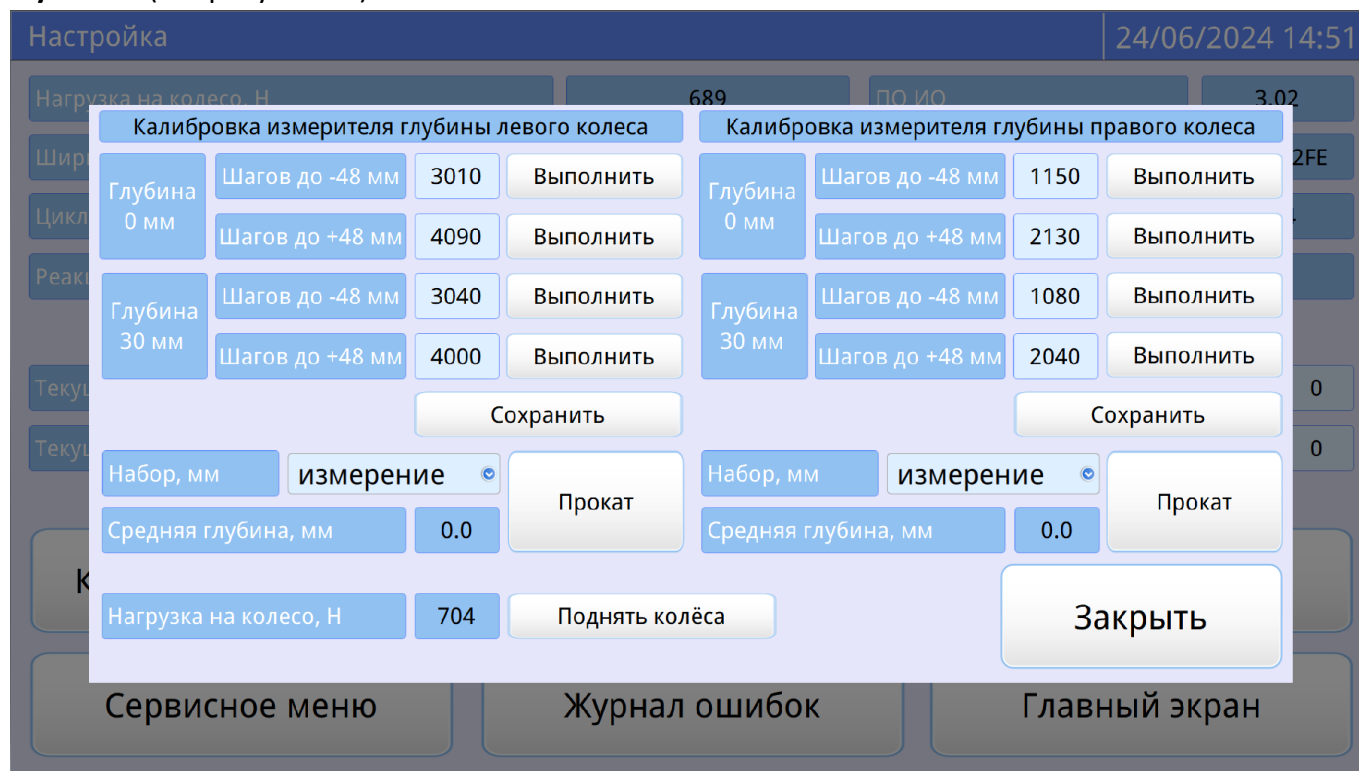

Рисунок 18 - Окно «Калибровка измерителя глубины колеса»
5.7.3 Нажать кнопку **[Калибровка глубины]**. При этом откроется окно «Калибровка измерителя глубины» (см. рисунок 18).